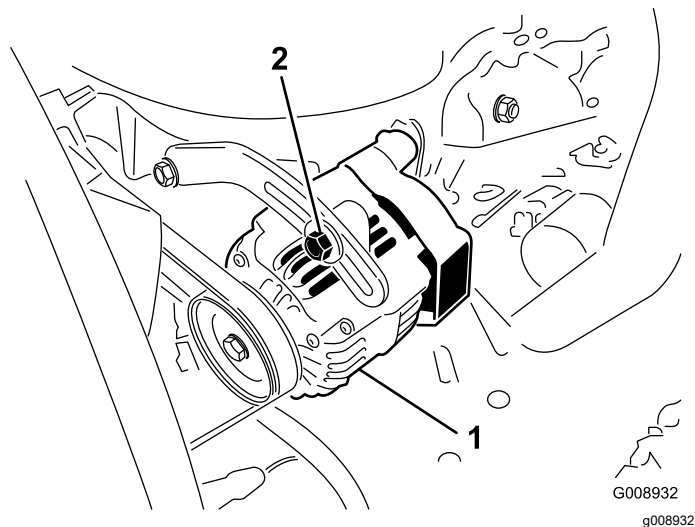

図 78
オアウターネータのベルト 図 78 は 100 運転時間ごとに点検します。
2. たわみが 10 mm でない場合には、オルタネータ取り付けボルトをゆるめる 図 78。